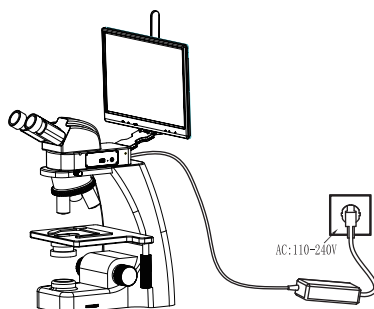

图4
(4) 适配器接口插入到显示屏电源孔内，再把适配器接到110-240V交流电中，如图4。